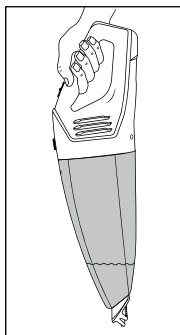

Fig. 3
- Hvis du har suget væske op, skal produktet altid bæres med vådmundstykket **1** nedad (se fig. 3):